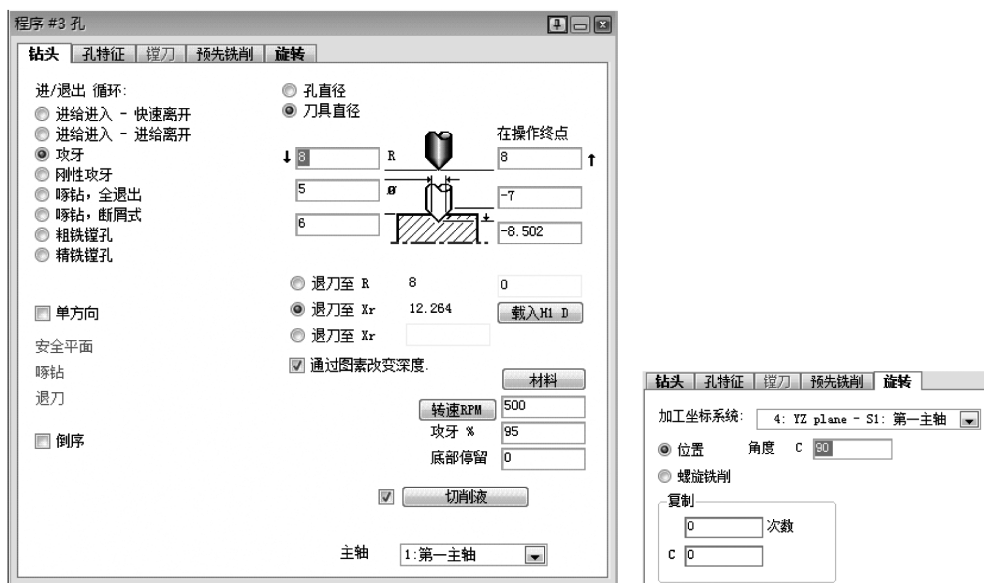

图 7-31 攻牙程序
3) 用#4 刀具为程序#3 创建如图 7-31 所示的攻牙程序。